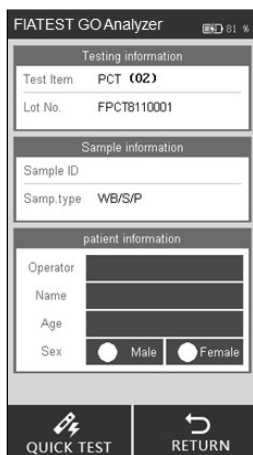

Fig 25
**Passo 3:** Toque em “**QUICK TEST**” ou pressione o botão home para mudar para a tela de teste. (Ref Fig 25)